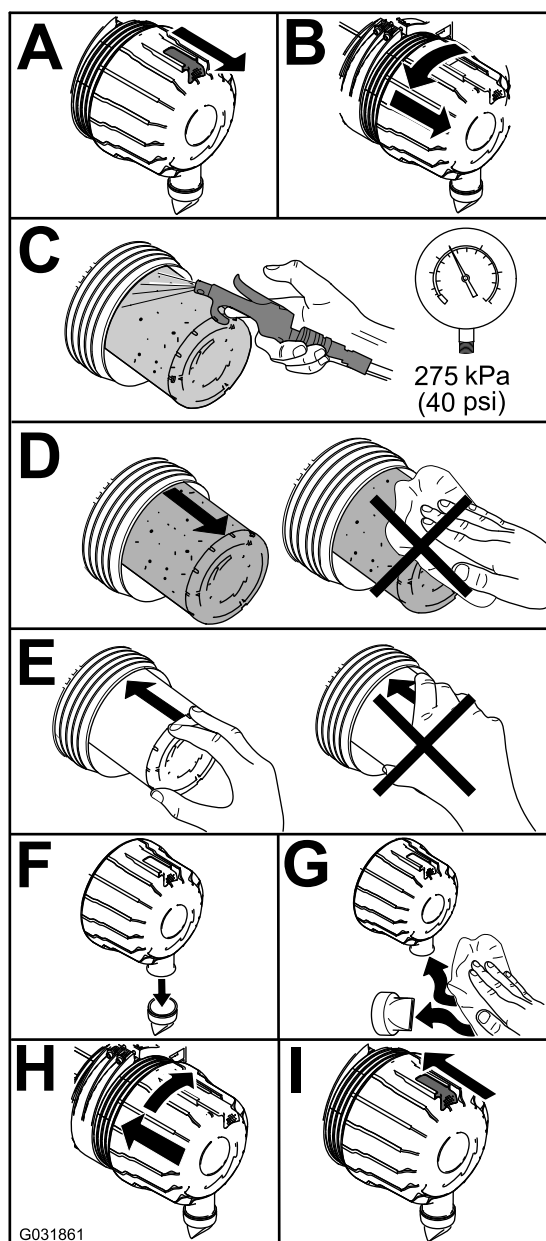

Рисунок 91
1. Замените воздухоочиститель (Рисунок 91).